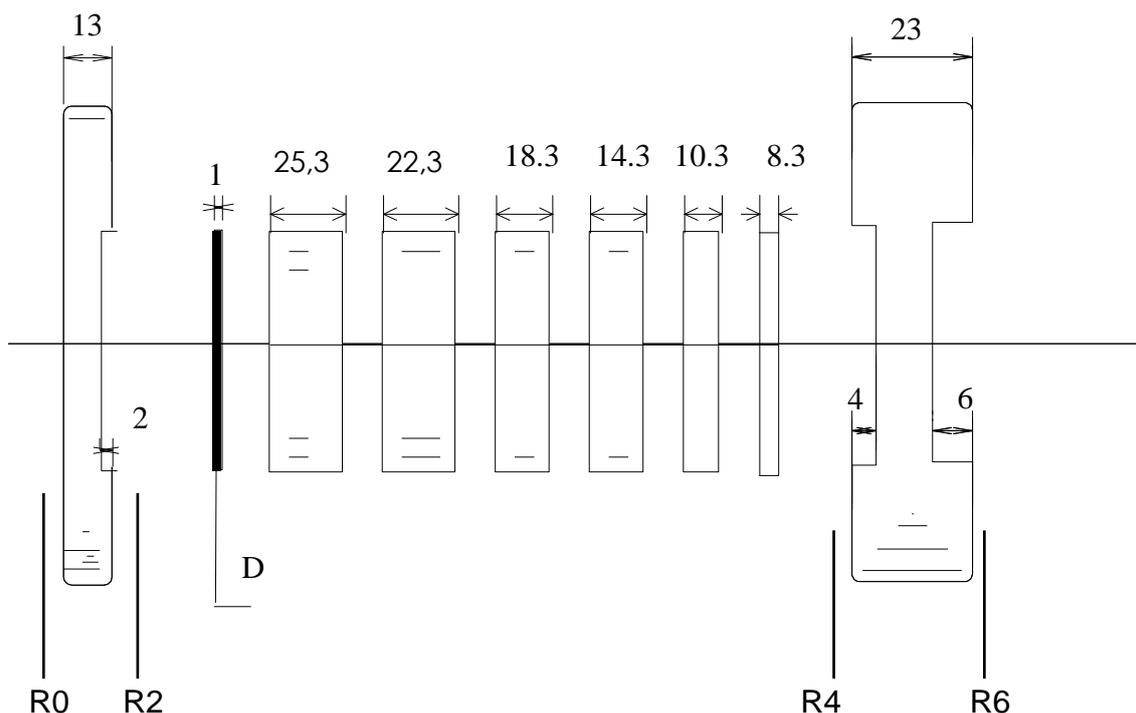

FIGURE 10 - 1
- galets et disques d'écartement dans une gamme de tailles illustrée sur la figure 10 - 1.